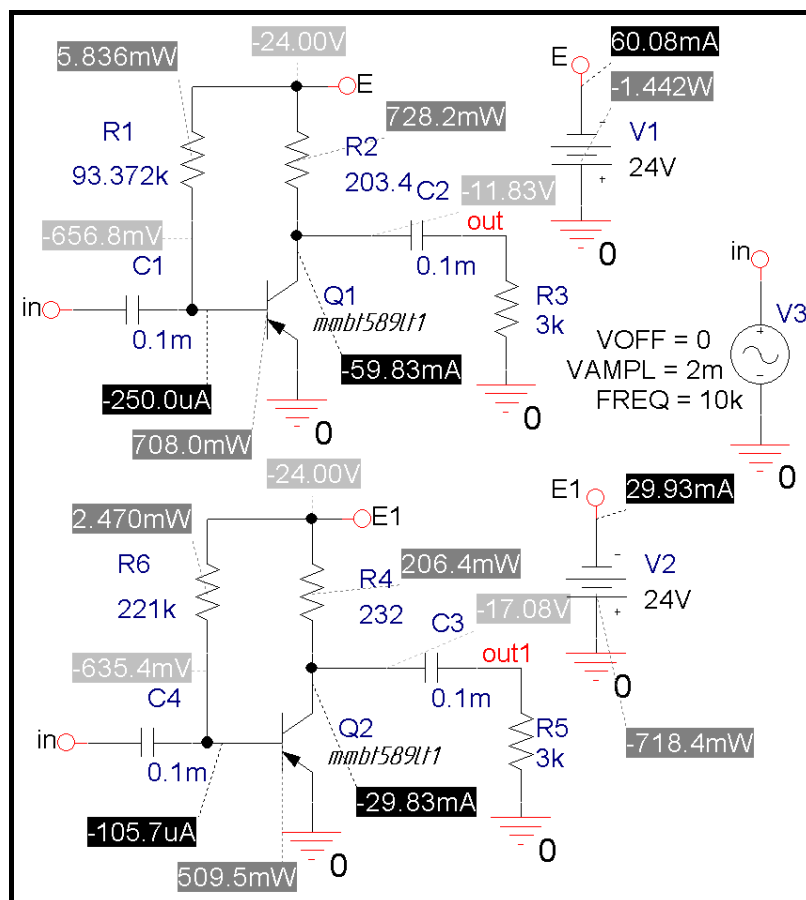

Рис. 105. Результаты анализа двух схем по постоянному току (до и после процедуры оптимизации)
21. Установить амплитуду входного сигнала  $V_{AMPL}$  равным  $U_{вх}$ . Произвести анализ исходной схемы и схемы с оптимизированными параметрами по постоянному току, в частотной области и во временной области, получить и сохранить в заготовке отчета соответственно: скриншот (пример см. рис. 105), АЧХ по напряжению и эпюры гармонического напряжения на выходах обеих схем. АЧХ и эпюры для двух схем построить в одной координатной сетке частот и времен соответственно (для удобства сравнения).